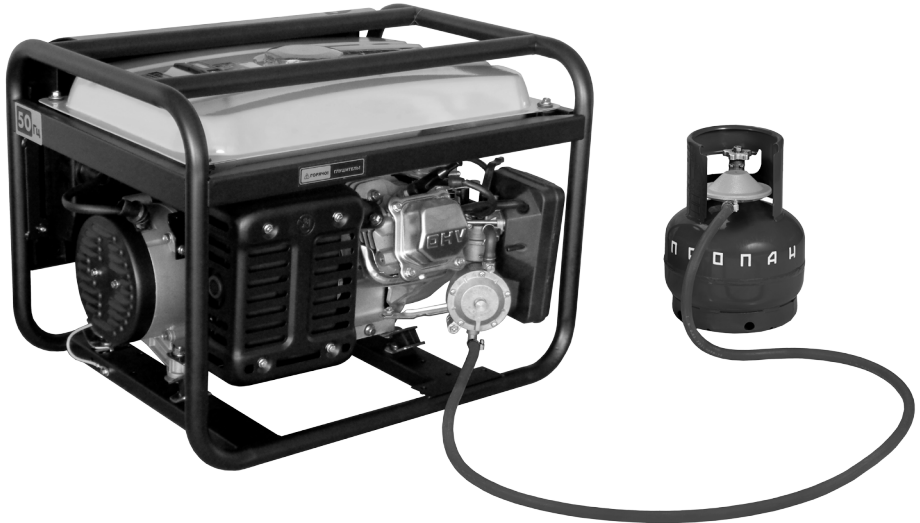

Рис. 12 Подключение газового баллона
3. Установите регулятор давления на баллон и закрепите его стандартной накидной гайкой с левой резьбой. При этом между регулятором давления и баллоном должна быть установлена специальная прокладка. Регулятор давления должен быть установлен в горизонтальной плоскости относительно вентиля баллона (Рис. 12).